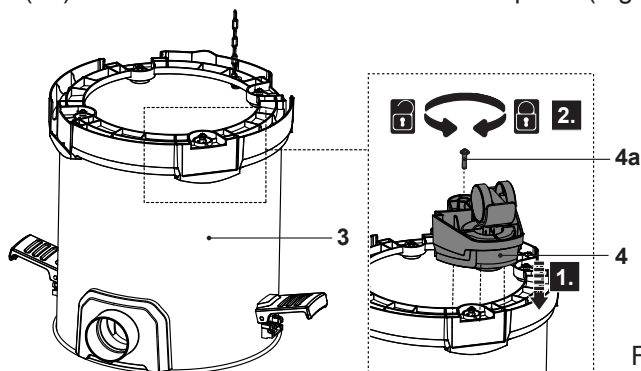

Fig. 2
- > Coloque o depósito (3) ao contrário numa superfície nivelada e estável.
- > Alinhe e deslize as rodas (4) para os suportes. Segure a ligação com os parafusos (4a) utilizando uma chave de fendas adequada (Fig. 2).